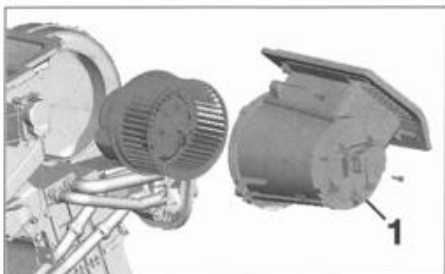

FIG. 8
- Desenganchar y poner a un lado la caja de fusibles. Sacar el conector en la caja de reparto de aire (1) (fig. 8).